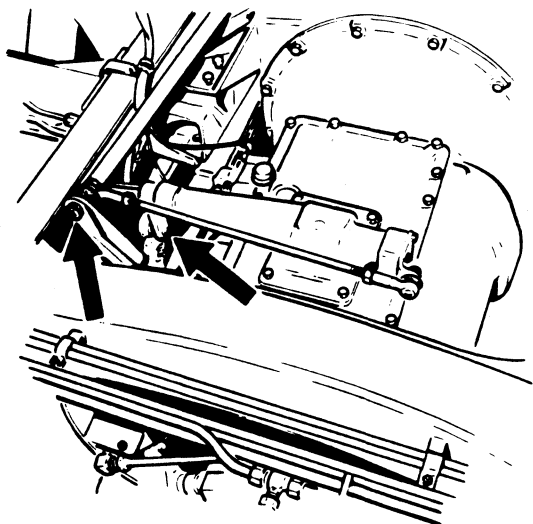

Fig. 7
- Neem de schakelstang met de reactiestang los van de hefboom op de versnellingsbak (Fig. 7).